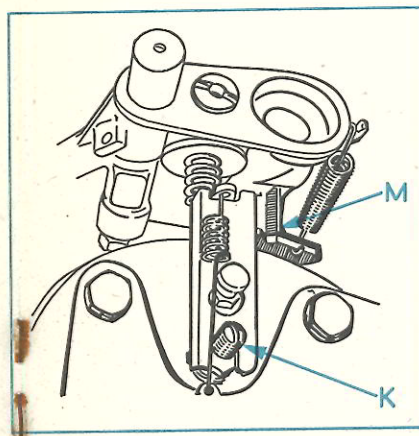

fig. 8
Om ervan verzekerd te zijn, dat de motor normaal draait, wanneer de gashandle in de stand B (fig. 2) staat (net vóór het decomprimeren), moet gecontroleerd worden of het streepje fig. 8—M, op de carburateur, precies tegenover de inkeping in de smoorklep staat. De juiste afstelling kan bereikt worden, door de decompressieklep K zoveel in of uit te draaien, tot de merktekens corresponderen.
- bijstellen met klep (zie fig. 8).